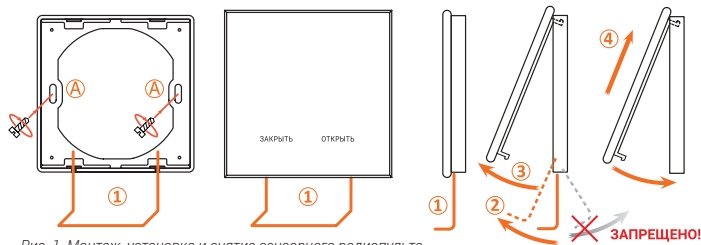

Рис. 1. Монтаж, установка и снятие сенсорного радиопулльта
• Закрепите на стене специальную пластиковую рамку с помощью двух саморезов в отверстия (A) рис. 1 или приклейте ее на ровную поверхность с помощью двухстороннего скотча (входит в комплект).